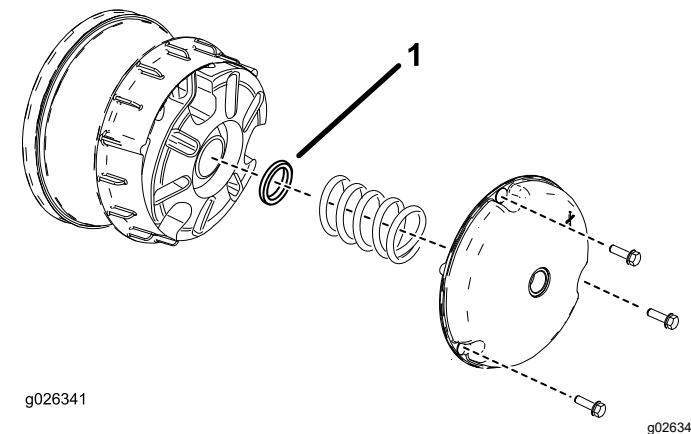

Figura 64
- 2. Rimuovete i bulloni che fissano il carter della frizione principale come illustrato in Figura 64.